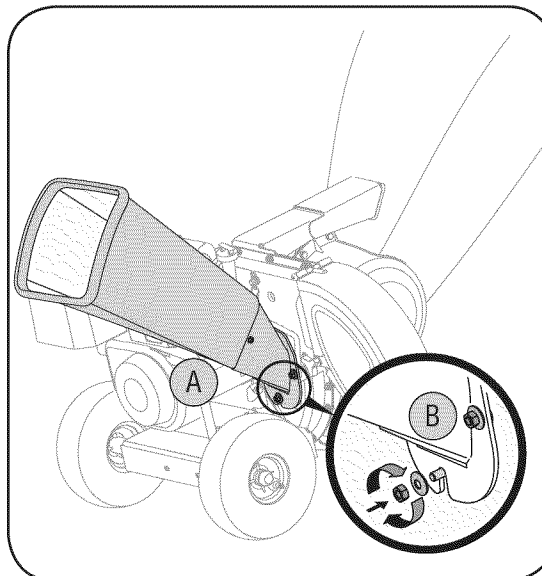

Figura 3-6
b. Ajuste el canal de la cortadora con tres arandelas curvas (con el lado curvo contra el canal de la cortadora) y con las tuercas hexagonales que había sacado anteriormente. No ajuste las tuercas en este momento. Vea la Figura 3-6.